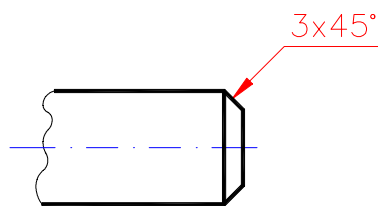

Figura 21 Cotarea teșirilor când unghiul este egal cu de 45°
- pentru teșiturile la 45° cotarea se face ca în exemplul din figura 21;